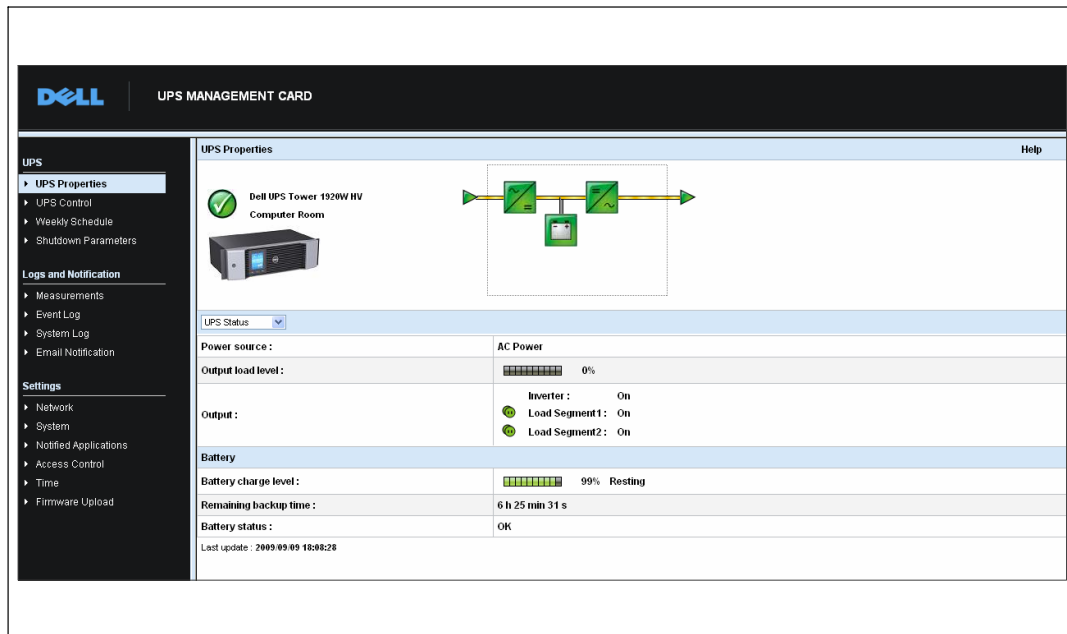

Figura 12. Página de inicio
- 2 Introduzca la dirección **https://IP de la tarjeta** (IPv4 ó IPv6) en la barra de direcciones. Se muestra la página de inicio (consulte la Figura 12).